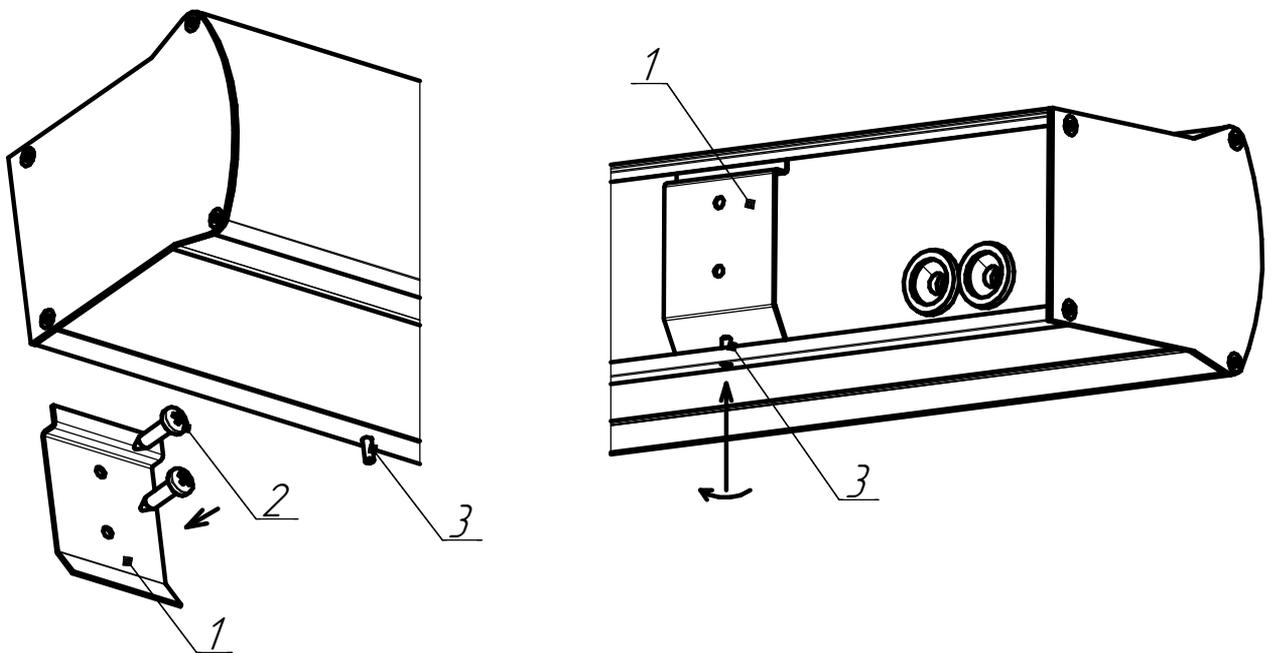

Рисунок 3 - Крепление светильника ЛБО58 на стену.
6.4 При помощи саморезов (поз.2, рисунок 3., (в комплект поставки не входят)) закрепить скобы крепления (поз.1, рисунок 3.) на опорной поверхности. Установить светильник на скобы и закрепить установочным винтом (поз.3, рисунок 3.)